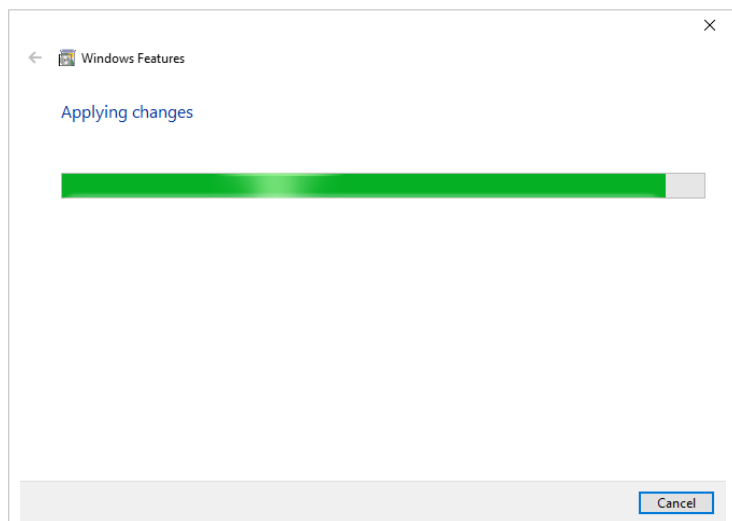

Abbildung 30 Fortschrittsbalken
6. Warten Sie, bis der Fortschrittsbalken vollständig angezeigt wird (siehe Abbildung 30).